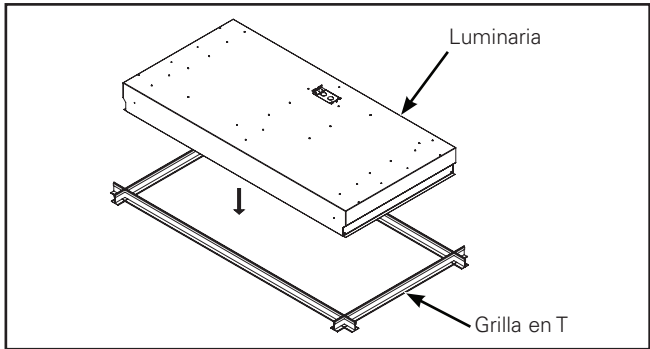

Figura 2.
3. Coloque el accesorio en la parrilla en T o el kit de marco para yeso. Tenga en cuenta que el accesorio está destinado solo para parrilla en T de 1" a 1-1/2" (Figura 2).